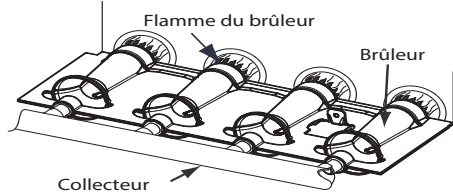

Fig. 61 – Flamme du brûleur
- i. Lorsque vous aurez obtenu l'admission appropriée, remplacez le capuchon qui masque les vis de réglage du régulateur. La flamme du brûleur principal doit être d(consultez la Fig. 61).